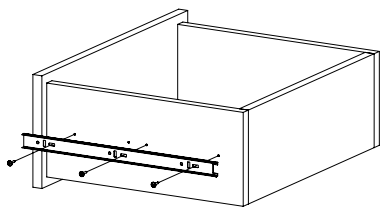

Рис. 9
8. Закрепите внутренние планки направляющих на деталях 5 и 6 шурупами 3,5х16 (Рис. 9).